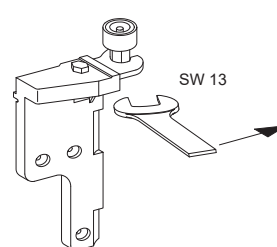

Рис.3 Направляющий ролик установите в опорную пластину и затяните рожковым ключом SW13
- C** Направляющий ролик (6) установите в опорную пластину угловой опоры D (8) и угловой опоры (15) и затяните рожковым ключом SW13, см.рис.3.